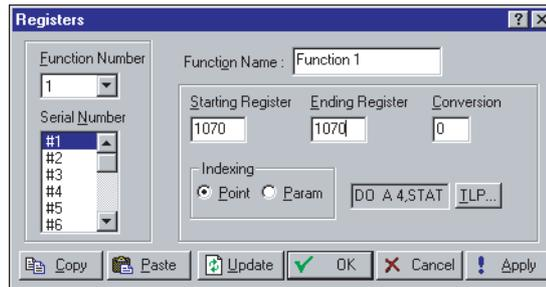

Figura 6-17. Definição do Registrador do Modbus
2. Selecione o **Número da Função (Function Number)** para distinguir entre as diferentes tabelas, como por exemplo o Número de Função 1 exibido na Figura 6-17.